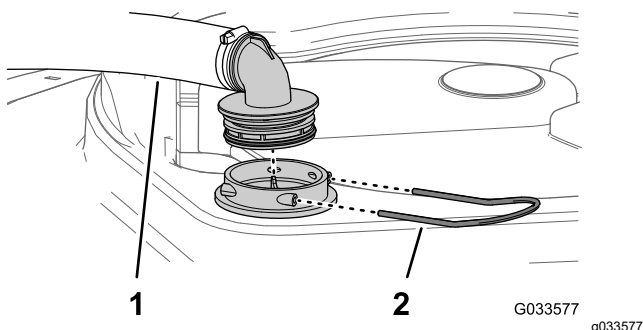

Figura 42
2. En la parte superior del depósito de fumigación, retire la horquilla de retención que sujeta el acoplamiento que está conectado a la manguera grande y al alojamiento del filtro (Figura 42).
3. Retire la manguera y el acoplamiento del alojamiento del filtro (Figura 42).